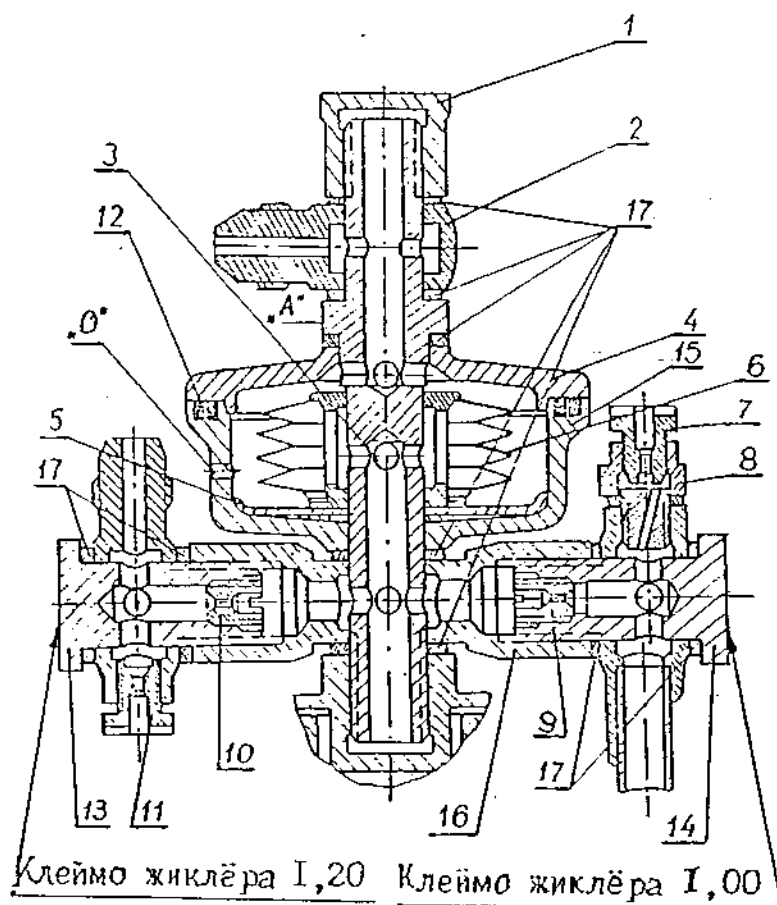

Рис. 6.6. Узел воздушного фильтра и жиклёров насоса-регулятора I серии.
13.1. На двигателях I серии рис. 6.6.
2. ФИЛЬТРУЮЩИЙ ЭЛЕМЕНТ 6 ПОСЛЕ ОЧИСТКИ ДОЛЖЕН СТАВИТЬСЯ НА МЕСТО В УКАЗАННОМ НА РИС. 6.6. ПОЛОЖЕНИИ.